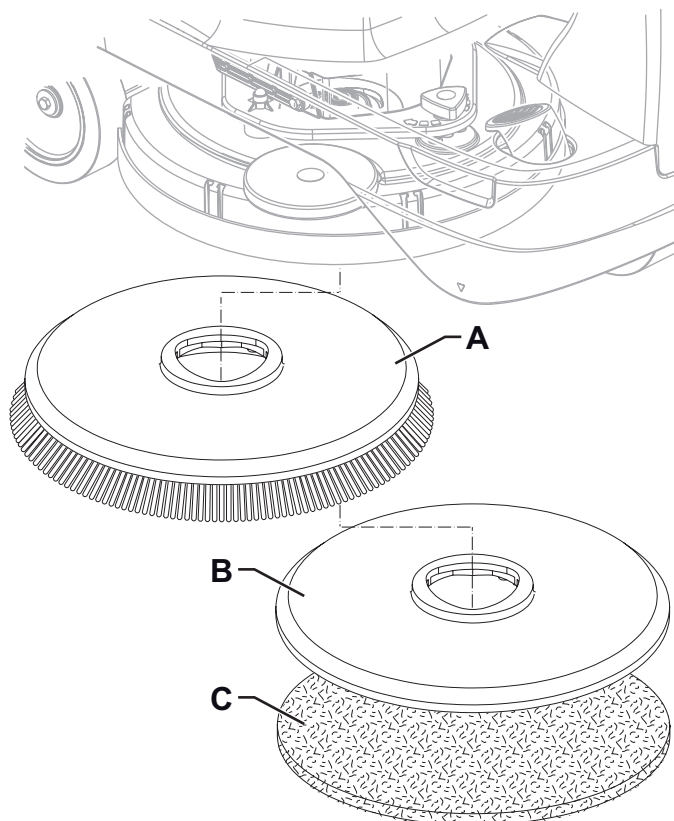

Figure 2
1. Sur la machine, et la brosse (A, Fig. 2) et le plateau support disque (B) avec disque (C) peuvent être installés, en fonction du traitement à effectuer sur le sol.
2. Positionner la brosse (A) ou le plateau support disque (B) sous la tête porte-brosses (7).
3. Insérer la clé opérateur (41) dans son logement.
4. Appuyer sur le bouton (43) pour abaisser la tête sur la brosse.
5. Appuyer sur le bouton (45) pour permettre l'accrochage de la brosse.
6. Pour retirer la brosse est nécessaire de soulever la tête en appuyant sur le bouton (43), puis appuyer sur le bouton de déclenchement (45).